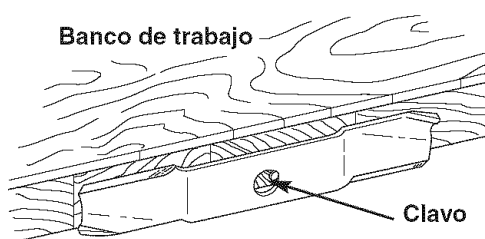

Figura 19. Equilibrar el Aspa
6. Equilibre el aspa como se muestra en la Figura 19. Centre el orificio del aspa con un clavo lubricado con una gota de aceite. Un aspa equilibrada permanecerá nivelada. Si el aspa no está equilibrada, siga afilando el lado pesado hasta que esté equilibrada.